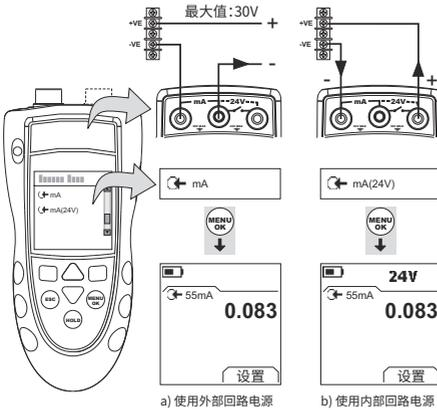

图 7：配置示例 — 电流测量
1. 连接仪表（图 7），如果有必要，调整 Set Up（设定）（表 1）。
- 仅限于 DPI802/802P。将该仪表与校准设备进行连接 (图 7)。